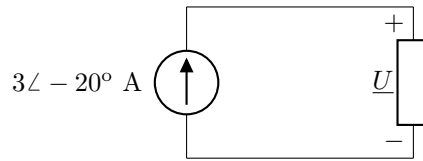

Figura 4.10: Circuito del problema 38.
38. Siendo  $\omega = 2$  krad/s, encuentra  $\underline{U}$  en la figura 4.10, si la caja contiene: a)  $3 \Omega$  en serie con  $2$  mH; b)  $3 \Omega$  en serie con  $125 \mu\text{F}$ ; c)  $3 \Omega$ ,  $2$  mH y  $125 \mu\text{F}$  en serie; d)  $3 \Omega$ ,  $2$  mH y  $125 \mu\text{F}$  en serie pero con  $\omega = 4$  krad/s.